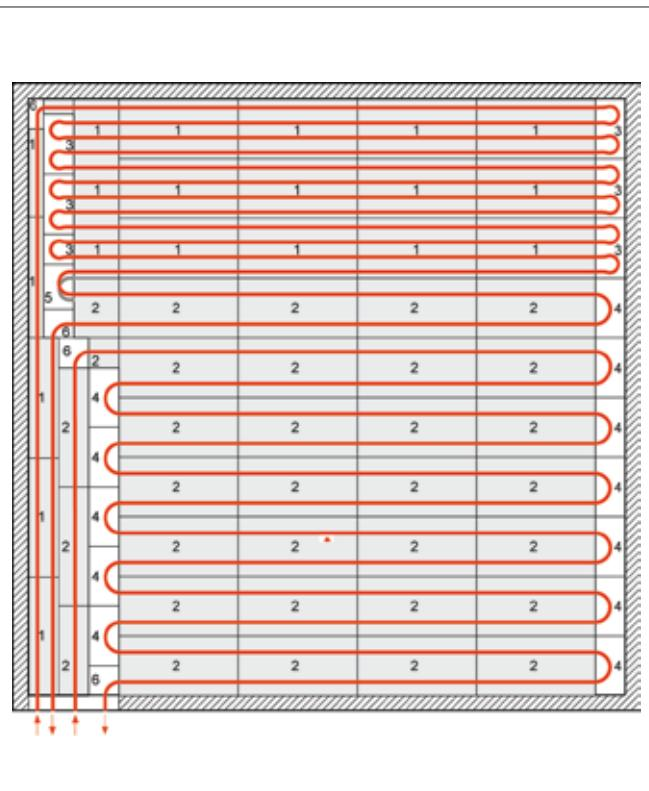

Fig. 3-61 Exemplu de pozare pentru sistemul REHAU uscat.
5. Pozarea plăcilor sistemului REHAU conform planului de pozare (vezi fig. 3-61), fără a lăsa goluri. Dacă este nevoie, se vor realiza trasee speciale ale țevii în placă de umplere cu ajutorul dispozitivului de tăiere a suportului țevii REHAU.